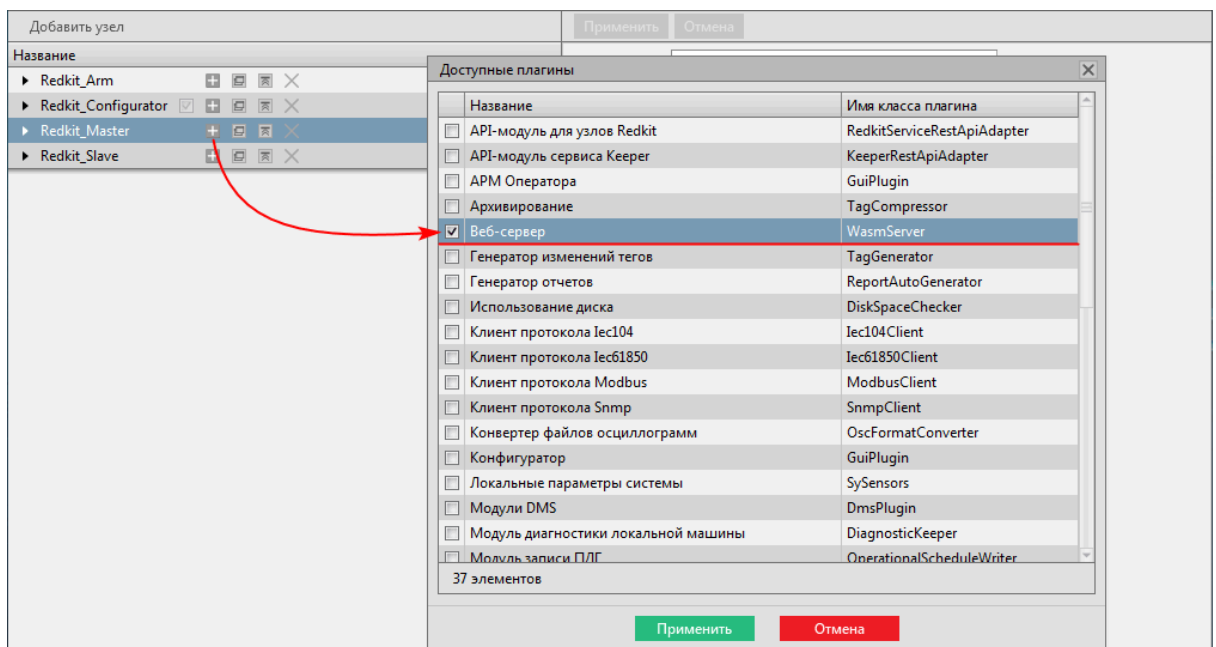

Рисунок 506 - Модуль «Веб-сервер»
4. У узла *Redkit_Master* нажмите на **+** и выберите модуль **Веб-сервер** (Рисунок 506).